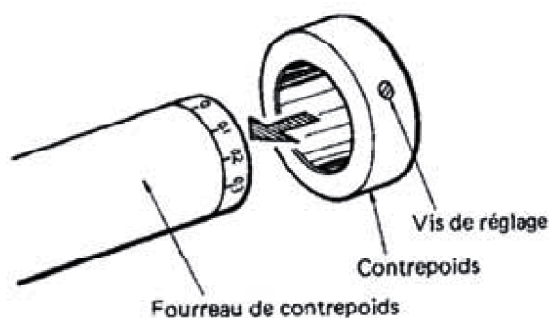

fig. 7
- (2) Introduire le contrepoids dans son fourreau en le faisant passer par les graduations de pression d'appui de pointe de lecture, comme l'indique la fig. 7.
- (3) Bien que le contrepoids soit réglé de manière à coulisser en douceur sur le fourreau, il convient de régler la friction au niveau de la vis de réglage à l'aide d'un tournevis s'il y a trop de frottement ou au contraire trop de jeu.